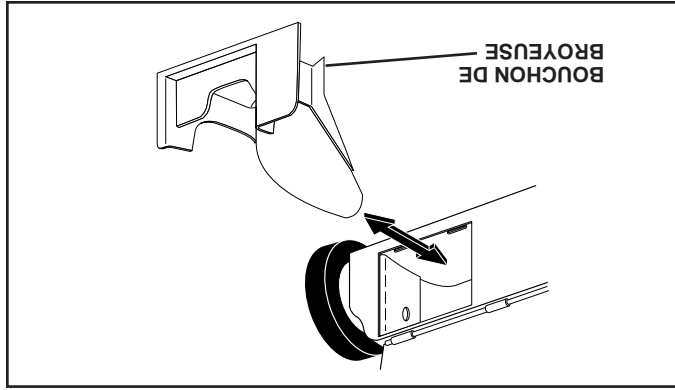

FIG. 9
- RAMASSAGE ARRIÈRE (Voir Fig. 9) - Ouvrez la porte arrière et enlevez la bouchonde broyeuse. Conservez la bouchonde broyeuse dans un endroit sûr.